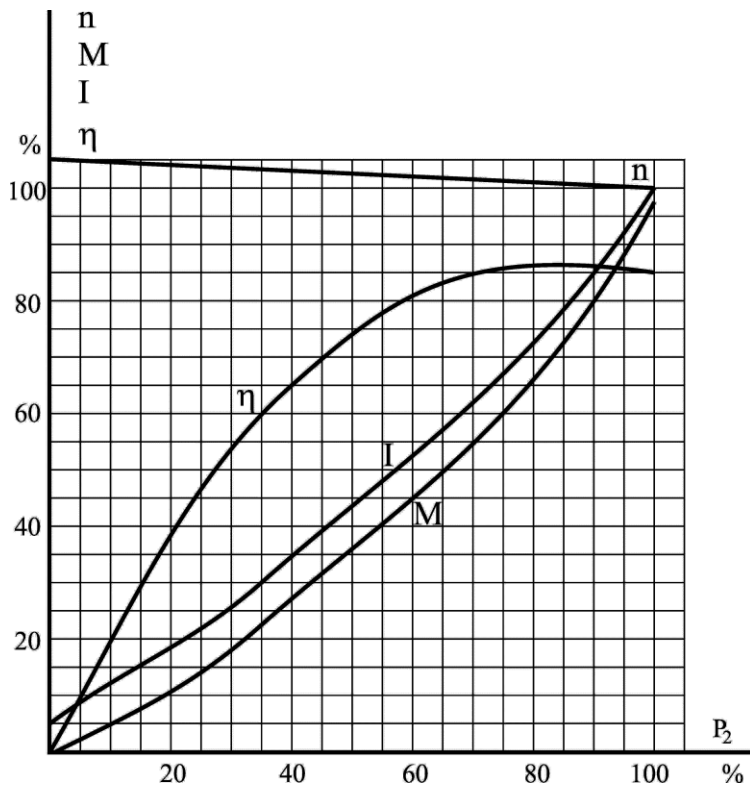

Рис. 5.5.1. Робочі характеристики двигуна паралельного збудження
За допомогою розрахунків і характеристик двигуна паралельного збудження (рис. 5.5.1) визначити і порівняти між собою:
2. Із робочих характеристик двигуна, відповідно до рис. 5.5.1, при знайденому 30% навантаженні струмом від номінального знаходимо у відсотках коефіцієнт корисної дії $\eta\%$ і швидкість обертання $n\%$.